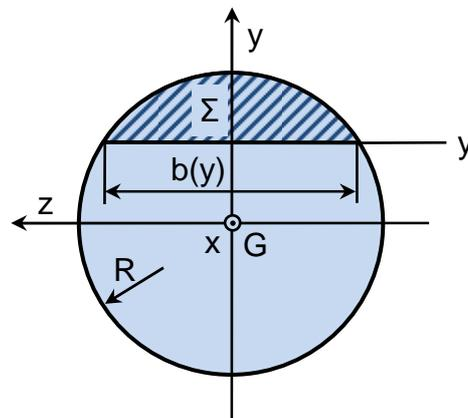

Fig. 1 : Une section de poutre circulaire.
Soit une section de poutre circulaire de rayon R (Fig. 1).
- 1.5. Donner l'expression du moment statique, $\mu(y) = \iint_{\Sigma} y \, ds$, de la surface hachurée Σ (Fig. 1), en fonction de R et de y .